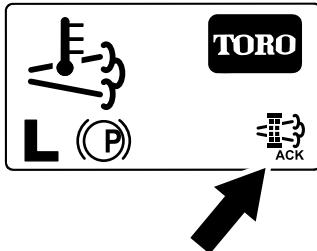

Figura 55
8. El InfoCenter muestra la página de inicio y el ícono de reconocimiento de regeneración (Figura 55) aparece en la esquina inferior derecha de la pantalla mientras se procesa la regeneración.